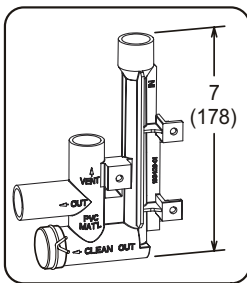

Figure 54
Voir les Figure 46 et Figure 48 pour les emplacements du purgeur de condensat. La Figure 54 illustre le piège avec tuyau en PVC de 1/2 po ou de 3/4 po.
- 3 - Installer le bouchon sur l'ouverture de nettoyage à la base du purgeur. Fixer avec le collier. Voir Figure 54.
- 4 - Installer le purgeur avec des raccords en PVC appropriés et coller tous les joints. Coller le purgeur fourni comme illustré à la Figure 54. Acheminer le conduit de condensat jusqu'à un drain ouvert. La conduite de condensat doit maintenir une pente descendante de 1/4" entre l'appareil et le drain.